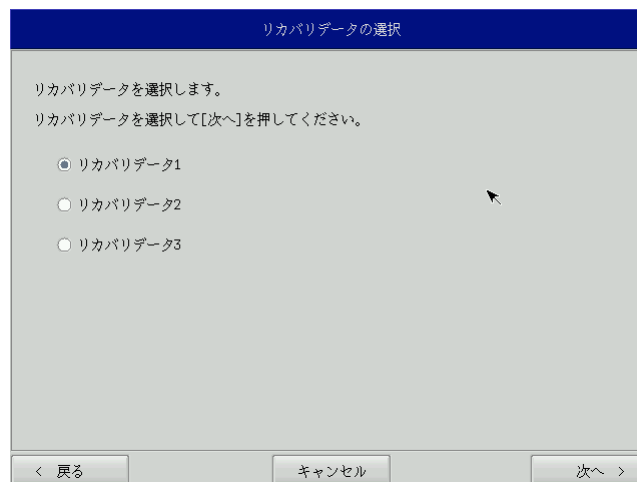

図 6-2-2. リカバリデータ選択画面
- ⑥ リカバリデータ選択画面（図 6-2-2）が表示されます。製品に合わせてリカバリデータを選択し、[次へ] ボタンを押します。表 6-2-1 に AM シリーズで選択できるリカバリデータを示します。